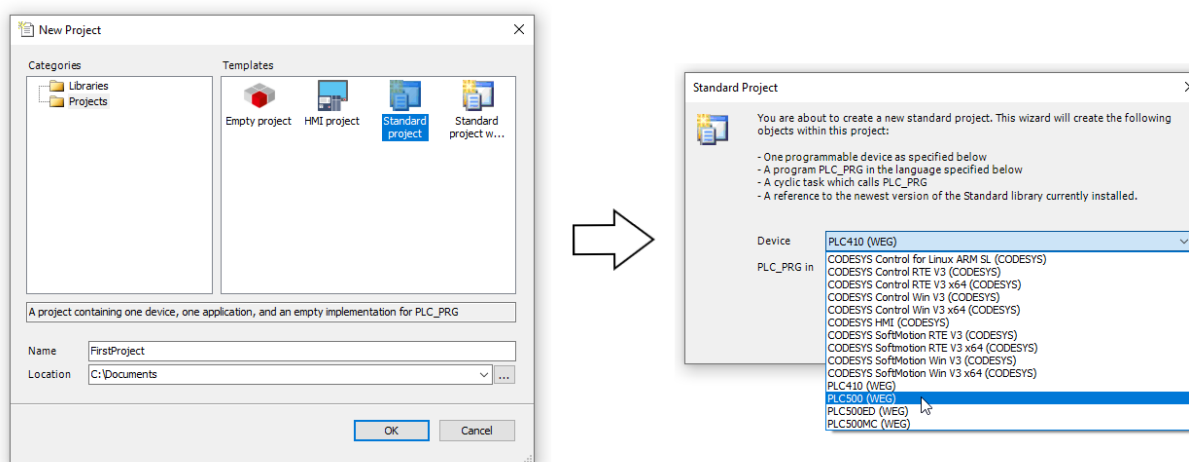

Figura 15.2: Crear nuevo proyecto
- 4) Abra CODESYS y cree un nuevo proyecto en **File** → **New Project**. Seleccione Standard Project, defina el nombre y el lugar donde se guardará el proyecto. Si el **WEG package** se instaló correctamente, será posible visualizar los PLC WEG disponibles para programación. Seleccione el dispositivo y el lenguaje de programación deseado, como se muestra en la Figura 15.2.